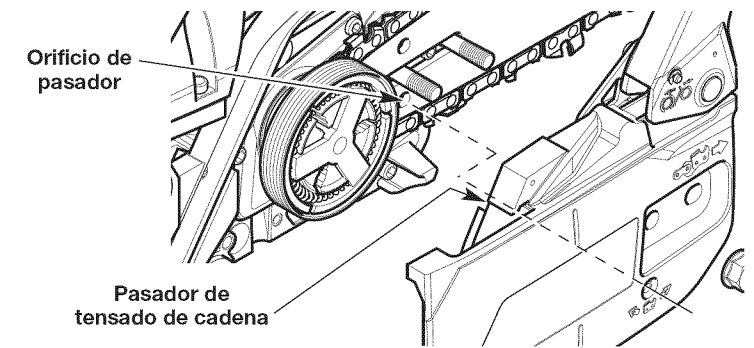

Fig. 32
4. Instale la cubierta de la barra. Compruebe que el pasador de tensado de cadena esté en el orificio del pasador en la barra guía (Fig. 32).